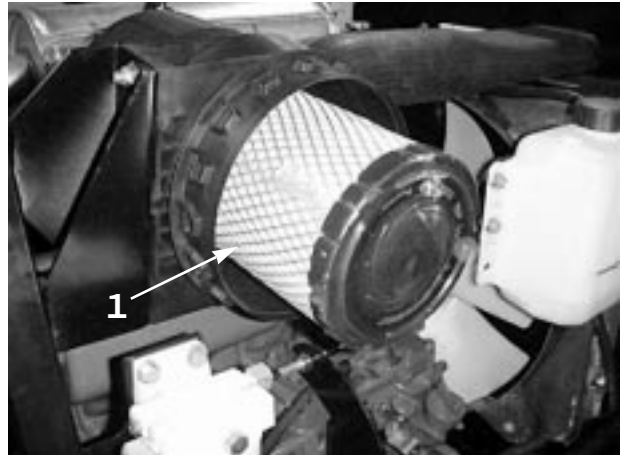
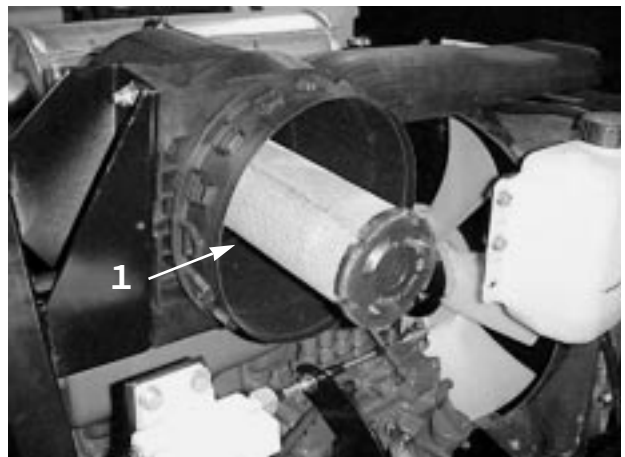

図 29
図 30
2. 一次フィルタ（図29）を静かに引き出す。ごみが落ちるので、フィルタをボディーに打ちつけないように注意すること。また、安全フィルタ（図30）は取り出さないこと。
重要 安全フィルタ（図30）は絶対に洗わないでください。安全フィルタは、一次フィルタの3度目の整備時に新品に交換します。